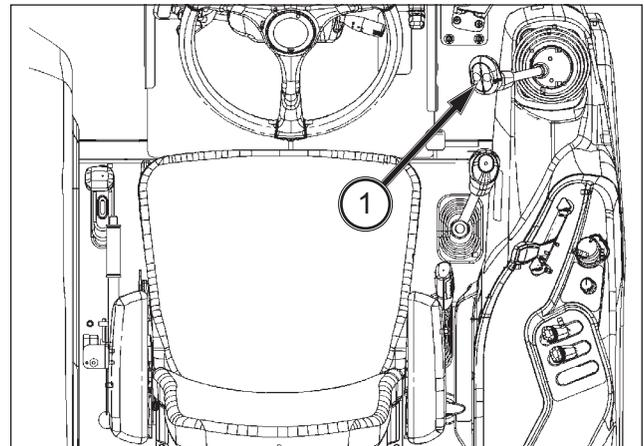

FIG. 93
**FIG. 93 et 94 :** La manette de commande (1) permet une commande par « manette » de la vanne auxiliaire. En déplaçant le levier vers l'arrière ou vers l'avant, le distributeur à tiroir cylindrique A/B fait respectivement monter ou descendre le chargeur (ou un autre équipement). En soulevant le levier complètement vers l'avant, la position de flottement est atteinte et permet à l'équipement de suivre les contours du terrain.